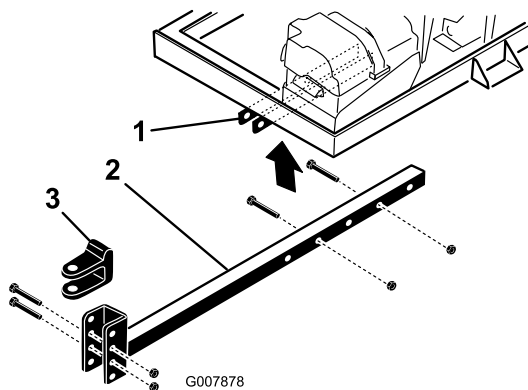

図 4
- フレームブラケットにヒッチチューブに差し込む図 4。ボルト $\frac{3}{8}$ " x 3"2本とフランジナット $\frac{3}{8}$ "を使用して、チューブをフレームに固定し、ボルトを4.14 kg/m230 ft-lbにトルク締めする。
- ヒッチクレビス 図 4 をヒッチチューブに固定しているボルトとロックナットを外す。
- ヒッチチューブをフレームブラケットに固定しているボルトとナットを外す 図 4。